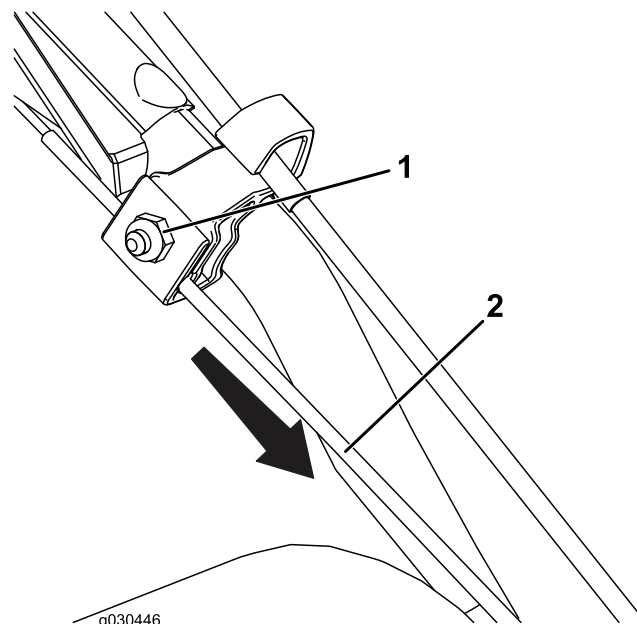

Figura 25
1. Allentate il dado sul serrafilò per cavi superiore ma non rimuovetelo (Figura 25).
2. Tirate il cavo verso il basso e rimuovete gran parte dell'allentamento nel cavo (Figura 25).
3. Serrate il dado (Figura 25).